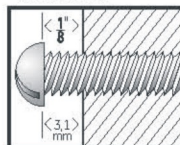

Figure 4
- 18) Align the keyholes in the fixture with the two screws and slide into place. **See Figure 4.**
- 18) Alignez les trous de serrure de la lampe avec les deux vis et glissez en place. **Voir la Figure 4.**